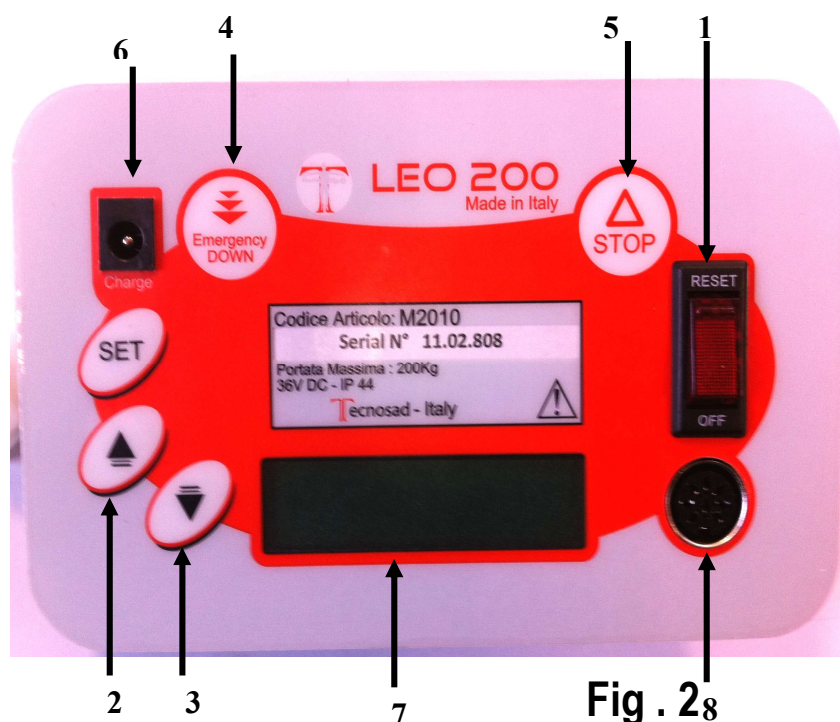
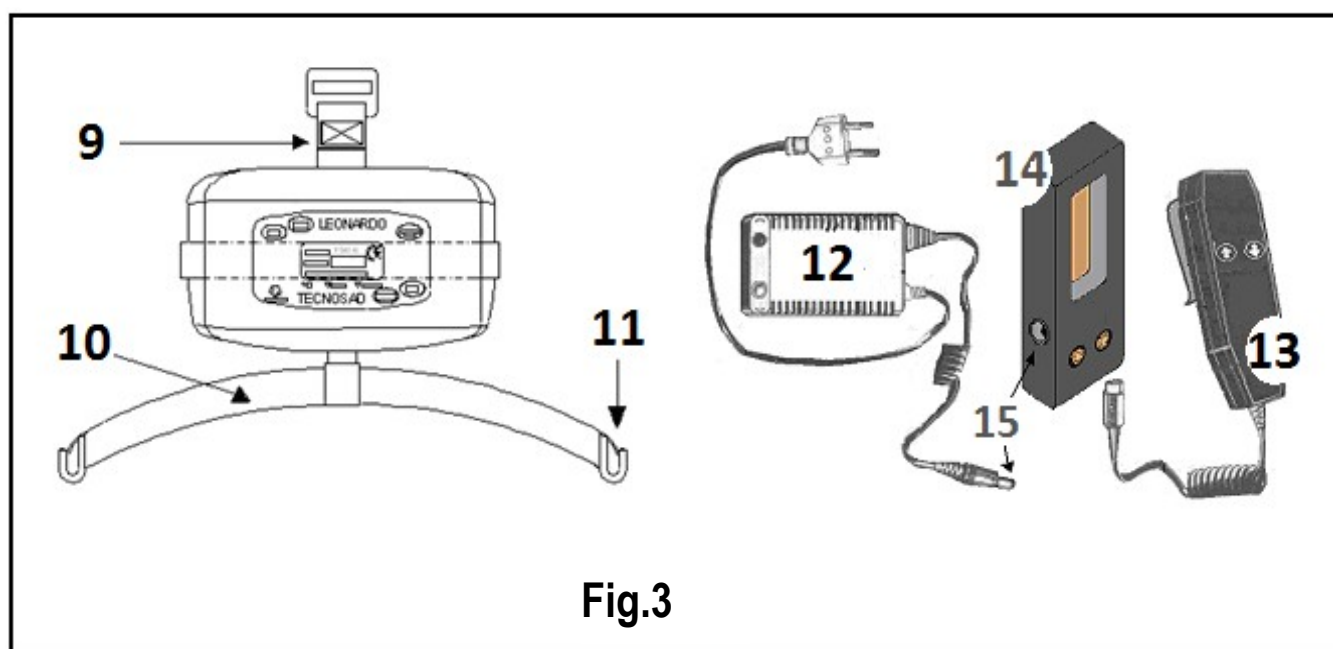
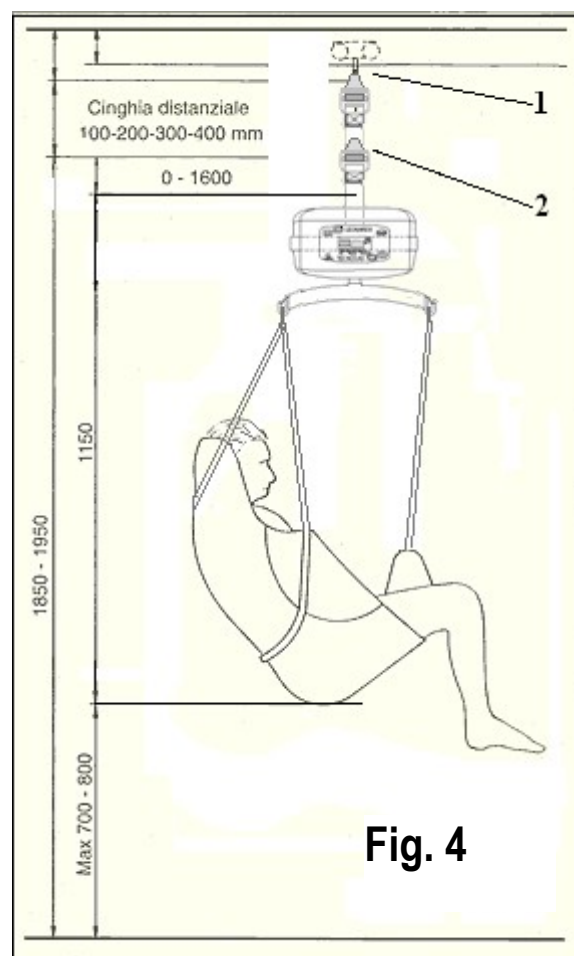

Fig . 2₈
Fig.3
Fig. 4
Vedi figure 2 e 3
Il modulo si attiva con il pulsante accensione/spegnimento 1 (fig. 2). Per la salita e discesa, si usano i pulsanti di direzione 2 e 3 (fig. 2) del modulo o sulla pulsantiera mobile .
Il modulo si appende direttamente al carrello della bandiera o del binario 1 (fig. 4) l'imbragatura viene attaccata ai ganci 11 (fig. 4) del bilancino modulo. Il motore è alimentato dalla batteria a 36V ed è quindi sicuro in ambienti umidi quali bagni e piscine. La batteria deve essere ricaricata con il caricabatteria 12 (fig. 3), collegato alla rete tramite la propria spina inserendo lo spinotto di carica nella presa della pulsantiera o appoggiando la pulsantiera 13 (fig. 3) sull'apposito supporto 14 (fig. 3) a secondo della dotazione. Durante la carica della batteria il modulo **deve rimanere acceso**: l'interruttore 1 (fig. 2) deve essere su I.
Il modulo di sollevamento è dotato di un pulsante 4 (fig. 2) per la discesa di emergenza che garantisce sempre la discesa a fronte di avarie del sistema di controllo.
Quando il led rosso 7 (fig. 2) si illumina o lampeggia, si deve provvedere immediatamente alla ricarica delle batterie. Il tempo di carica per una batteria scarica è di circa 6 ore. Utilizzare esclusivamente un caricabatteria originale compatibile con modulo di sollevamento LEO 200 per evitare guasti irreparabili al modulo.
La batteria deve essere ricaricata possibilmente una volta al giorno senza aspettare la segnalazione della spia rossa 7 (fig.2) sul modulo .
- Ripiegare ora la parte sinistra fino ad ottenere l'insieme della Fig 2.
- Infilare l'imbragatura tra la schiena del paziente e lo schienale della sedia o della carrozzina Fig 3 fino a raggiungere il sedile; se necessario porsi di fianco al paziente per meglio sistemare l'imbragatura.
- Posizionare le fasce delle gambe sui relativi braccioli come in Fig 4.